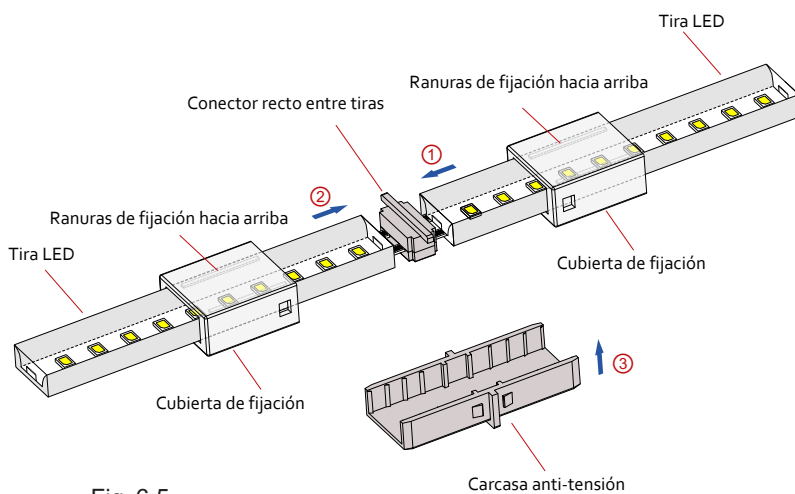

Fig. 6.5
- Fig. 6.5 — Por favor, realice el montaje de acuerdo a los pasos ① ② ③ ④ ⑤ ⑥ ⑦ y asegúrese de que las dos ranuras de fijación estén hacia arriba.